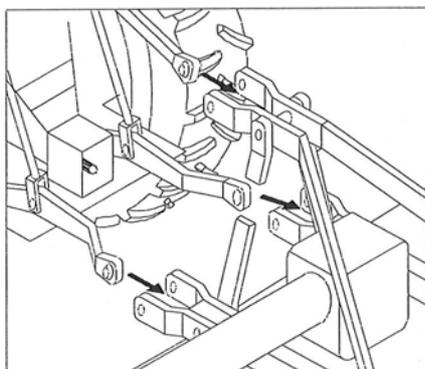

Figure 2a
1. Rapprocher les brres de soulevement en les insernt  l'interieur des attches (figure 2a).